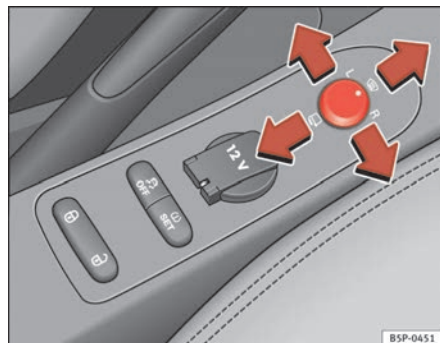

Abb. 89 Drehknopf für Außenspiegeleinstellung
1. Drehen Sie den Drehknopf ⇒ **Abb. 89** in Stellung **L (linker Außenspiegel)**.
- Drehen Sie den Drehknopf nach vorne auf die mittlere Stellung ⇒ **Abb. 89** ①, damit die Heizung der Außenspiegel und die Funktion der beheizbaren Windschutzscheibe* im Bereich der Ruhestellung der Wischerblätter eingeschaltet wird ⇒ Seite 128.
- Drehen Sie den Drehknopf ⇒ **Abb. 89** in Stellung , um die Außenspiegel anzuklappen. Sie sollten die Außenspiegel immer anklappen, wenn Sie eine automatische Waschanlage durchfahren, um Beschädigungen zu vermeiden.